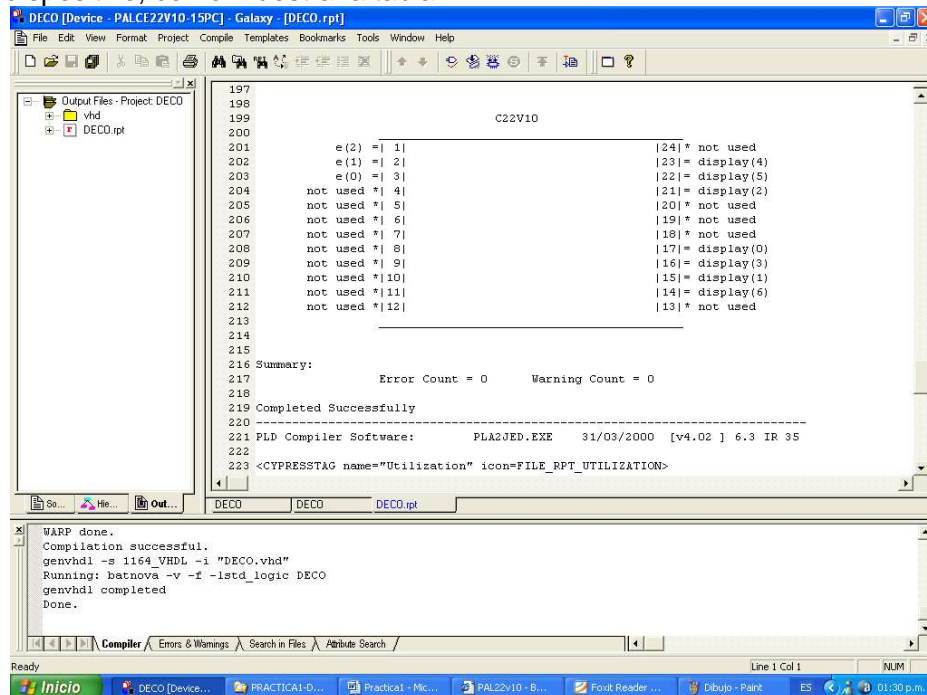

Figura 12. Reporte del diseño.
15. Una vez que se haya revisado el correcto funcionamiento, en simulación, del sistema diseñado es necesario saber en que terminales se encuentra cada señal de entrada/salida. El archivo para su conexión, es el reporte de salida **Output Files**, que se localiza en la ventana izquierda del proyecto, en donde se tiene el archivo **deco.vhd**. Para tener acceso al archivo de reporte se tiene que cambiar de pestaña, localizada en la parte inferior de la misma ventana, como se muestra en la figura 12. Dando doble clic en el archivo **deco.rpt** se puede observar su